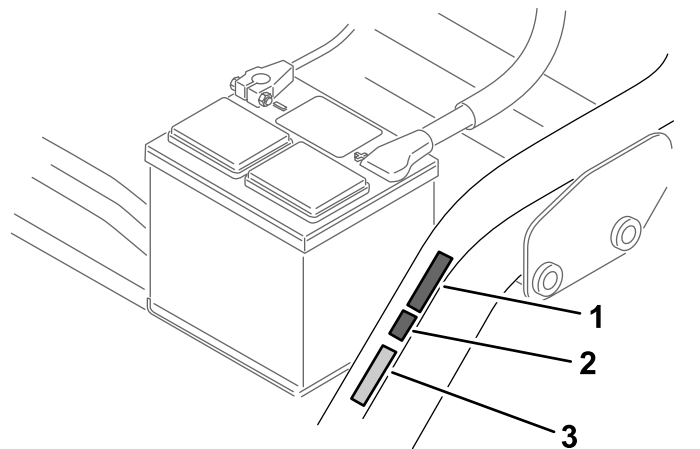

図 15
- シリアル番号プレートの隣に CE マークを貼りつける 図 15。
- CE マークの隣に CE 製造年ステッカーを貼り付ける 図 15。